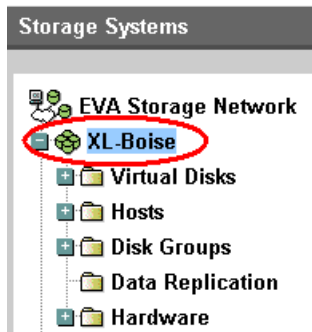

Abbildung 1 Auswählen eines Speichersystems
1. Öffnen Sie HP Command View EVA, und klicken Sie auf das Symbol des zu überprüfenden Speichersystems. Siehe Abbildung 1.